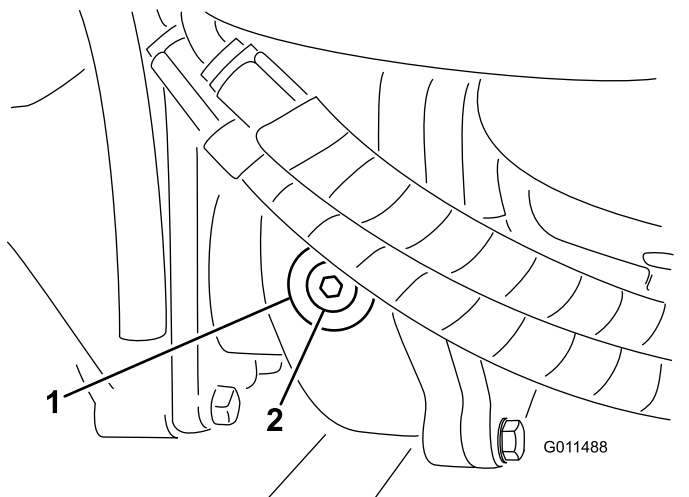

Figure 93
2. Enlevez le bouchon de contrôle/remplissage du côté gauche du boîtier d'engrenages (Figure 93) et vérifiez que le lubrifiant atteint la base de l'orifice. Si le niveau est bas, ajoutez suffisamment de lubrifiant pour rectifier le niveau.